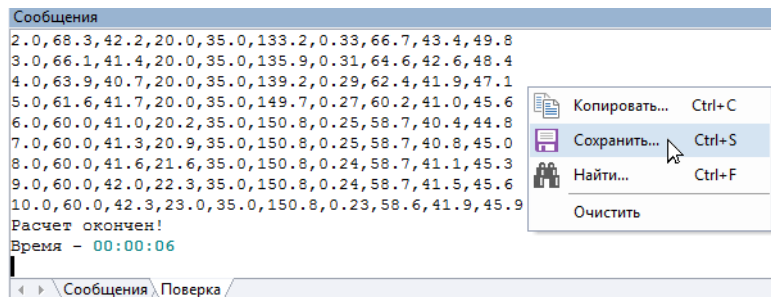

Рисунок 13.7. Сохранение температурного графика
1. Нажмите правую кнопку мыши на поле сообщений и в появившемся меню выберите пункт Сохранить. (смотрите Рисунок 13.7. «Сохранение температурного графика»)